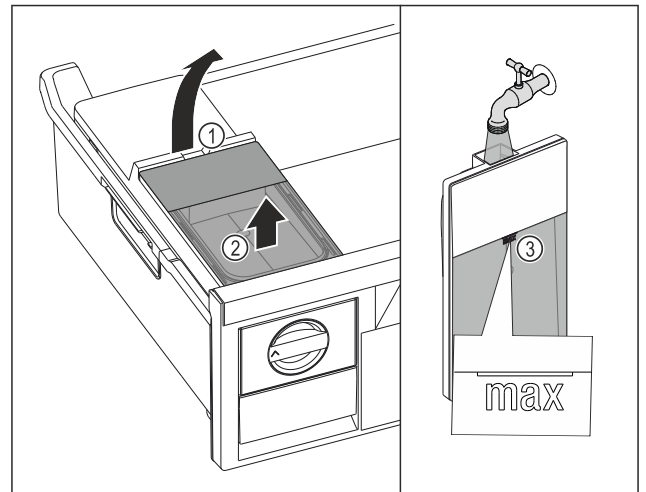

Fig. 107
- Wassertank an der Aussparung Fig. 107 (1) anheben.
- Wassertank nach oben entnehmen. Fig. 107 (2)
- Wassertank bis zur Markierung Fig. 107 (3) mit Trinkwasser befüllen.